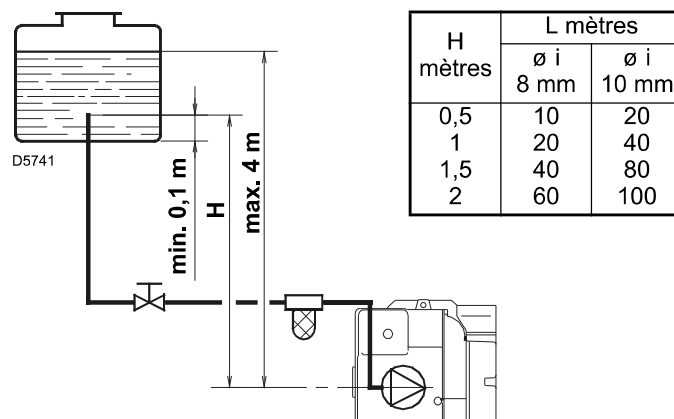
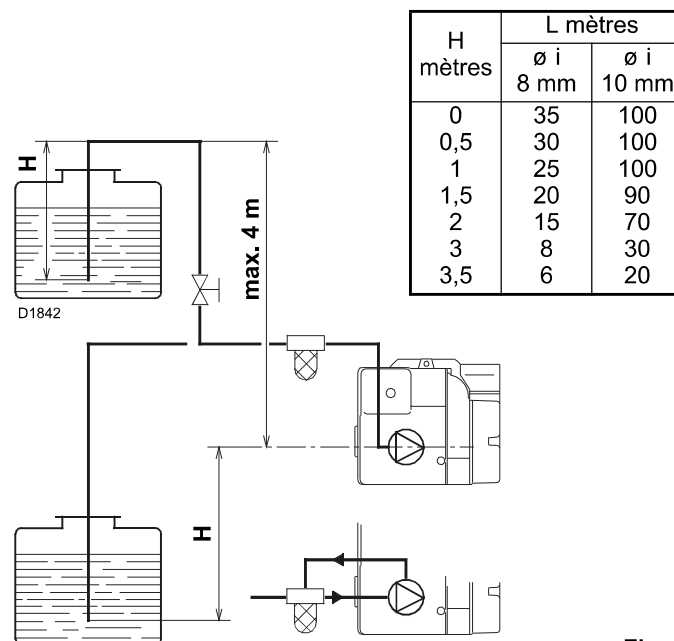
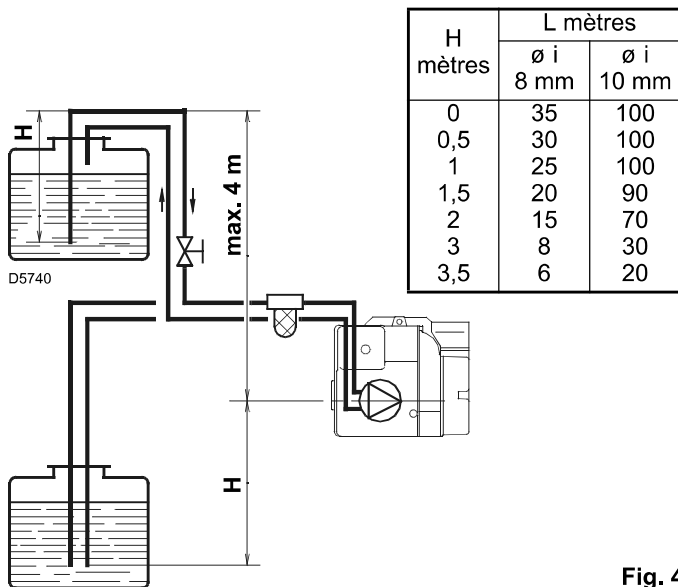
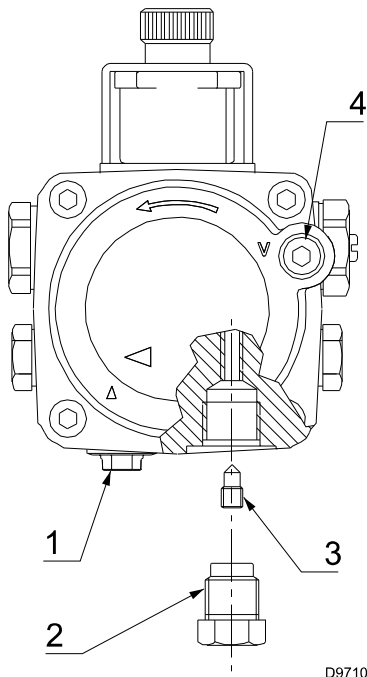

Fig. 2
Fig. 3
Fig. 4
Fig. 5
- Elle ne s'avère nécessaire qu'avec les installations à un tuyau (Fig. 2). Dans l'installation de la Fig. 2, il suffit de desserrer le raccord du vacuomètre 4) (Fig. 5) et d'attendre que le combustible commence à sortir.
- Dans les installations des Fig. 3 et Fig. 4, l'air est expulsé automatiquement après le démarrage du brûleur.
Légende (Fig. 2, Fig. 3 et Fig. 4)
La pompe (Fig. 5) est préparée pour le fonctionnement à deux tuyaux, exclus la pompe code 20034559.
Légende (Fig. 5)
Le bouchon obturateur de l'alimentation en fioul (aspiration 1) (Fig. 5) est en plastique. Une fois retiré, il doit être mis au rebut et ne peut être réutilisé en aucun cas.